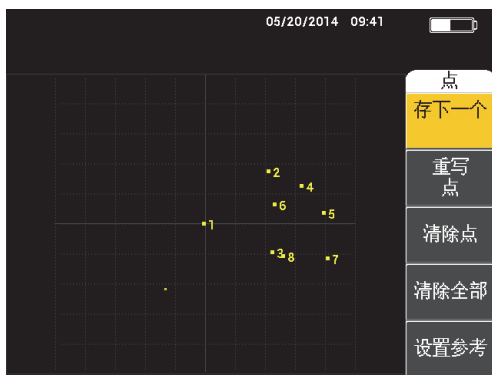

图 5-9 存储的点
**存下一个**设置可使用户存储 BondMaster 600 仪器显示视图中的点位置。当**存下一个**被激活时，会将点位置及其在屏幕上的数字值存储起来（参见第 88 页的图 5-9）。